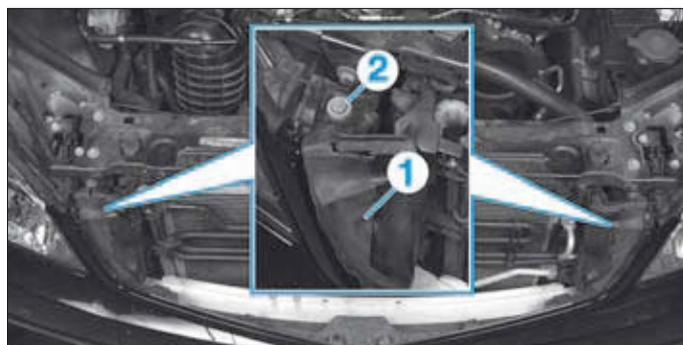

FIG. 74
- De chaque côté, en partie supérieure (Fig.74) :
- écarter la protection (1),
- déposer la vis (2).